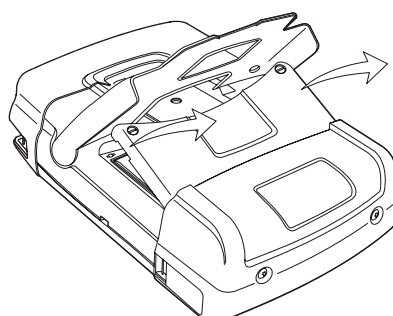

Figura 4-4. Rimozione del coperchio della batteria
- Sollevare il supporto e il coperchio della batteria e rimuoverlo (Figura 4-4).